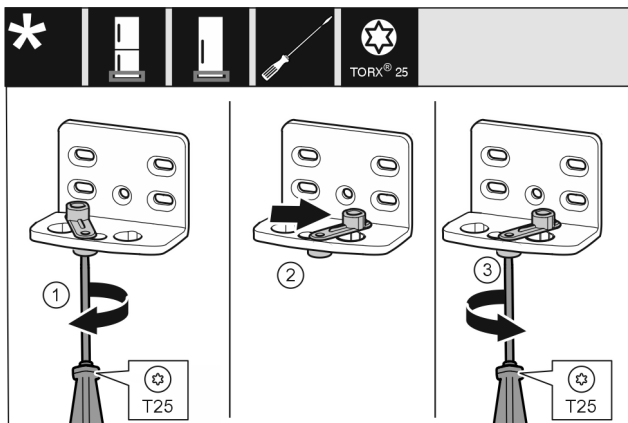

Fig. 14
- Avaa ruuvi Fig. 14 (1) ruuvimeisselillä.
- Nosta oven sulkemisapua Fig. 14 (2) ja käännä 90° oikealle reikään.
- Kierrä ruuvi Fig. 14 (3) kiinni ruuvimeisselillä.